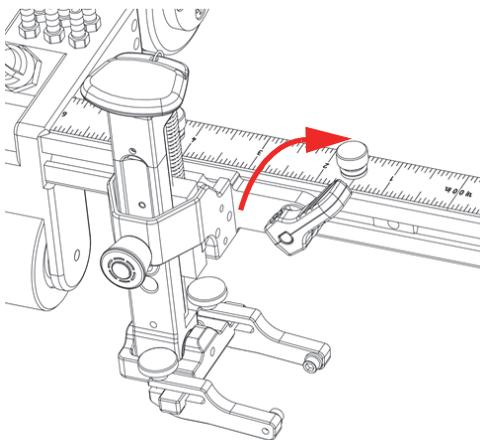

Figure 2-16 Levier de positionnement verrouillé
3. Tournez le levier de positionnement dans le sens horaire pour verrouiller le support de sonde en place (Figure 2-16 à la page 47).